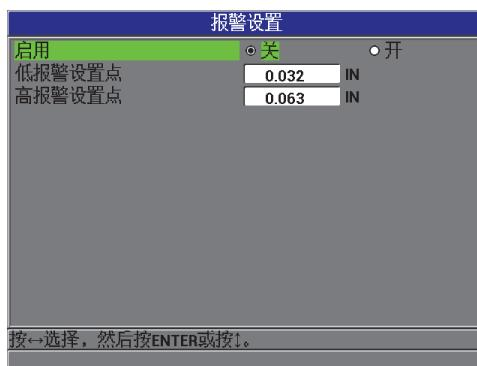

图 5-6 报警设置屏幕
3. 在**报警设置**屏幕中（参见第 87 页的图 5-6）：